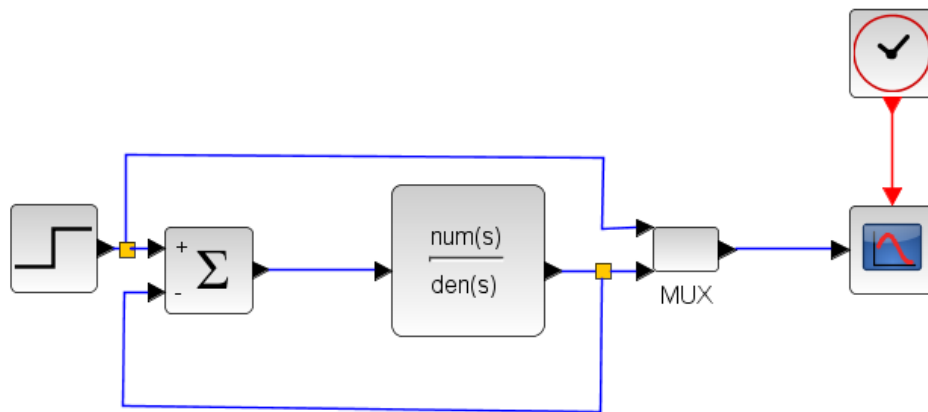

FIGURE 5 – Schéma XCOS d'un système en BF
- Boucler le système du premier ordre étudié dans la partie "Système en boucle ouverte". De façon à boucler le système, il est impératif de rajouter un comparateur. Le schéma réalisé sous XCOS doit ressembler à celui de la FIGURE 5.